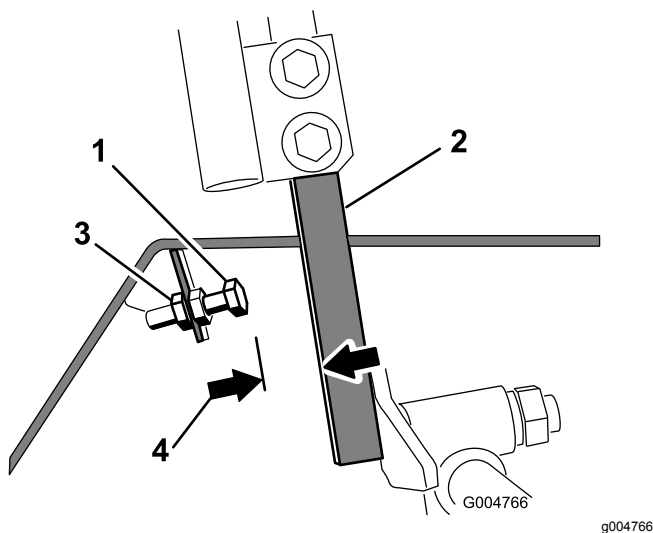

Figura 69
4. Afloje la contratuerca del perno de tope de una de las palancas de control (Figura 69).